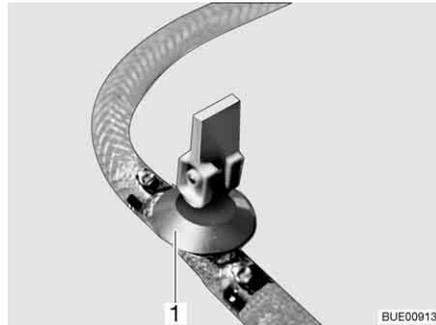

Fig. 162 Llave de desagüe
- Cerrar la(s) llave(s) de desagüe. Colocar para ello el balancín (Fig. 162,1) en posición horizontal.
- Abrir la(s) llave(s) de desagüe (Fig. 162). Colocar para ello el balancín (Fig. 162,1) en posición vertical. La caldera se vacía hacia fuera.